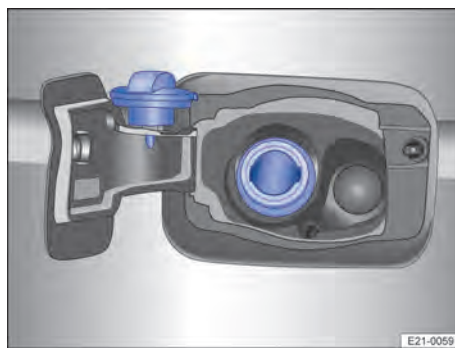

Fig. 164 Sur le côté gauche du véhicule : trappe à carburant avec bouchon de réservoir ouvert
4. Dévissez le bouchon de réservoir et accrochez-le dans l'ouverture prévue à cet effet sur la trappe à carburant → fig. 164.